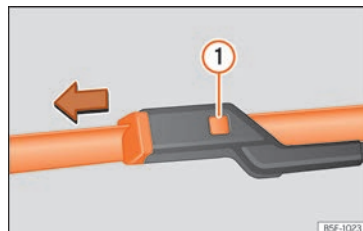

**Fig. 51** Cambio de las escobillas del limpiaparabrisas.
- Mantenga presionada la tecla de desbloqueo » » » **fig. 51** ❶ tirando ligeramente de la escobilla en el sentido de la flecha.